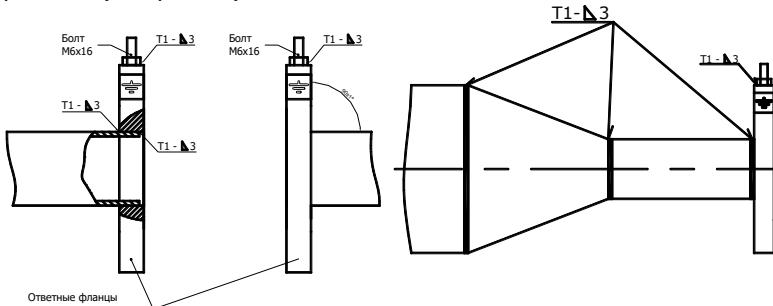

Рис.5
4.3.5 К прямолинейным участкам трубопровода приварить фланцы в соответствии с ГОСТ 12820-80, при этом угол между осью трубопровода и плоскостью фланца должен быть $90 \pm 1^\circ$. Фланцы следует приваривать таким образом, чтобы после установки ППР ось электродов ППР лежала в горизонтальной плоскости (допустимое отклонение от линии горизонта $\pm 10^\circ$). При монтаже ответных фланцев необходимо приварить болт заземления к верхней части монтируемого фланца (см. рис. 5).
ВНИМАНИЕ!!! На датчики расхода, монтаж которых выполнен с нарушением требований ГОСТ 12820-80 (соединение труба-фланец), гарантийные обязательства не распространяются (см. Рис. 5а).
Рис.5а